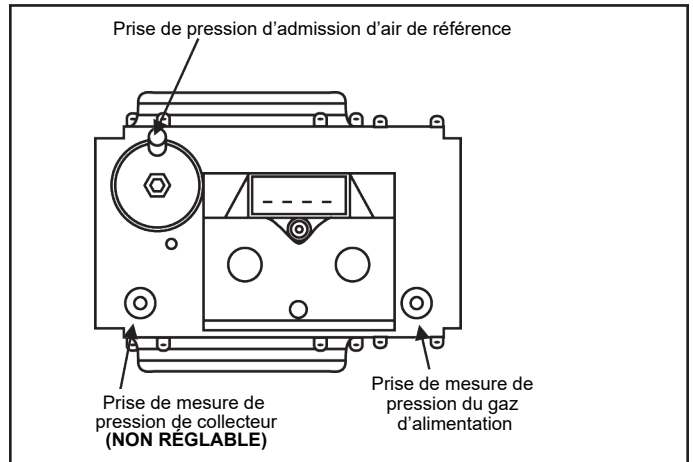

Figure 57. Vanne de gaz
5. Raccorder le manomètre à la prise de pression de gaz d'alimentation sur la vanne de gaz. Voir *Figure 57*.
Les chauffe-eau couverts par ce manuel comportent des prises de contrôle pour les mesures de pression de gaz d'alimentation et de collecteur sur la vanne de gaz. À l'aide d'un petit tournevis de poche à tête plate, ouvrir le robinet à pointeau à l'intérieur de la prise de mesure de pression du gaz d'alimentation d'un tour complet seulement; faire tourner la vis du robinet à pointeau dans le sens contraire des aiguilles d'une montre pour ouvrir le robinet. Enfiler le tube de mesure du manomètre sur le dessus de la prise de mesure. Voir *Figure 57*.